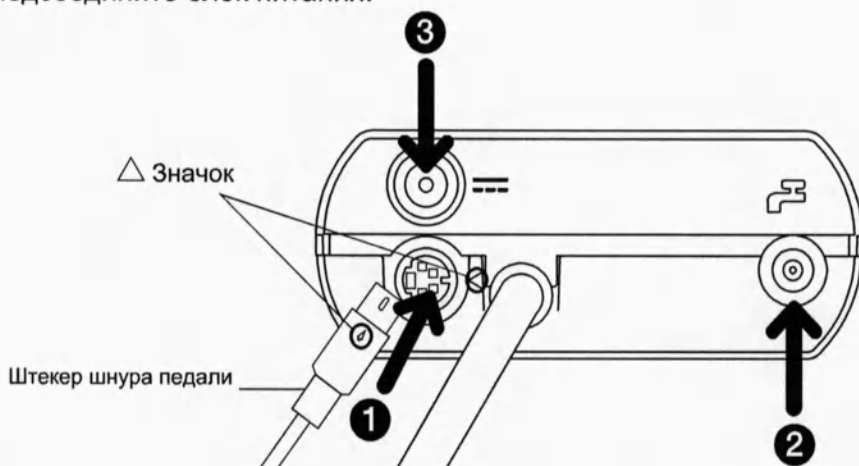

Рис.1
Вставьте все штекеры в нужные разъемы. (Рис.1)
- ❶ Вставьте штекер шнура педали так, чтобы значок на штекере Δ совпадал с таким же значком на разъеме блока управления.
- ❷ Подсоедините шланг для воды (концом с фильтром для воды см. Рис.1) в разъем для воды на блоке управления.
- ❸ Подсоедините блок питания.